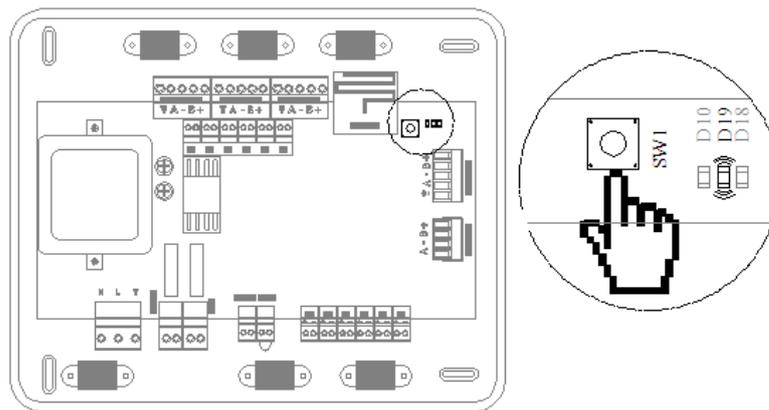

Fig. 60
***Reset del sistema:** En caso de necesitar resetear todo el sistema, mantenga pulsado SW1 hasta que el LED 19 deje de parpadear (Fig. 60).